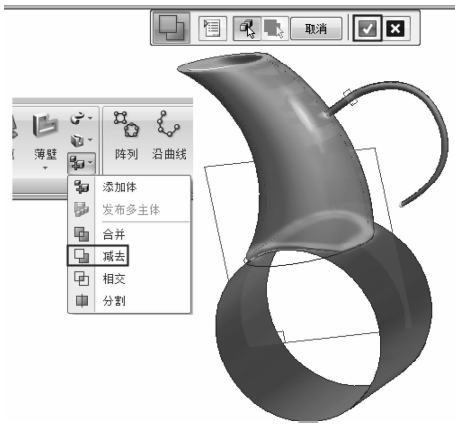

图 7-109 拉伸深度
(3) 单击【实体】功能区中的【添加体】功能下拉菜单中的【减去功能】，首先选择杯体作为要操作的实体，单击 【确定】按钮，然后选择拉伸的曲面为减去的边界面，再单击 【确定】按钮，如图 7-109 所示，检查效果无误后单击【完成】按钮退出。